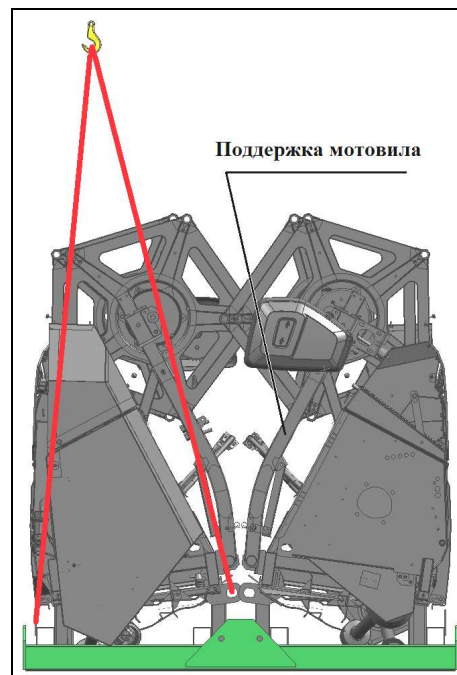

Рисунок 8.19
- 3) обвязать жатки проволокой между собой (через отверстия ушей на траверсах обеих жаток), обвязать поддержки мотовила (рисунок 8.19).